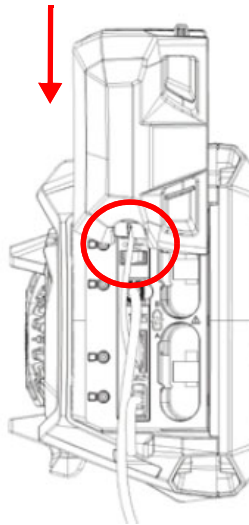

Abbildung 2-11 Schieben Sie die Klappe über die ausgerichteten Kabel
3. Stellen Sie sicher, dass die Kabel im Schlitz der speziellen Klappe ausgerichtet sind, und schieben Sie die Klappe nach unten (Abbildung 2-11 auf Seite 39).